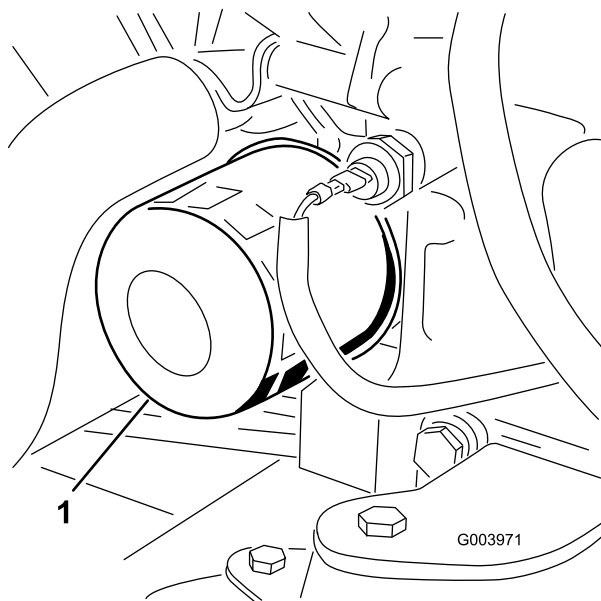

Figure 37
3. Déposez le filtre à huile (Figure 37).